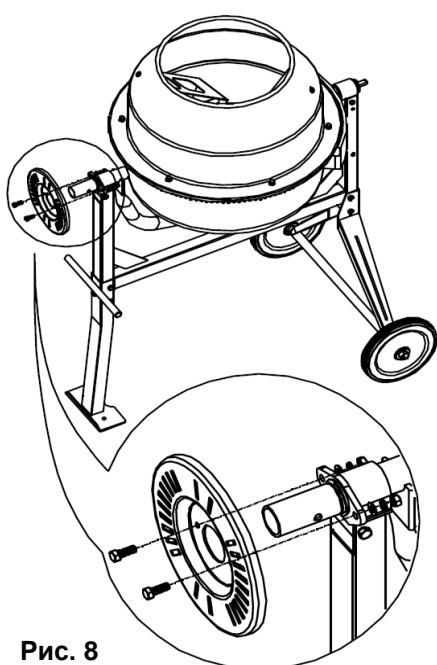

Рис. 8
- Наденьте диск на конец вала с большим диаметром со стороны ножек стойки. Закрепите конструкцию двумя болтами M8x25, на каждый болт помещается гровер, шайба и гайка (См. Рис.8).